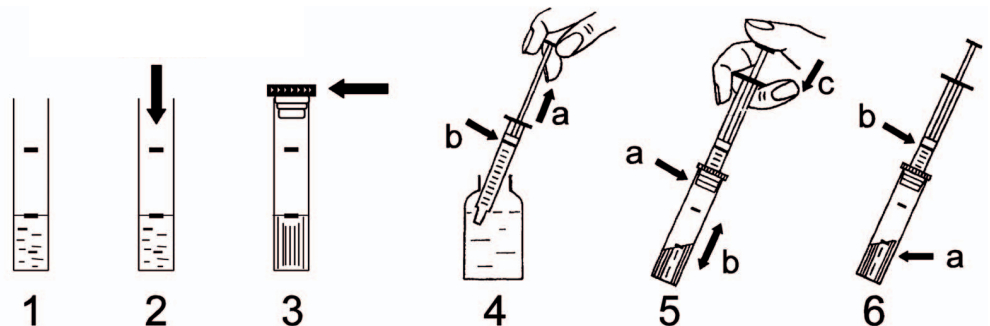

Abb. E-2: Bedienung Wasserprüfeinrichtung
1. Messröhrchen mit der Wasserprobe ausspülen und bis zur 5 ml-Marke mit der Wasserprobe füllen (Abb. E-2, Pos. 1).
2. Einen Tropfen Indikator zugeben und durch Hin- und Herschwenken auflösen (Abb. E-2, Pos. 2). Färbt sich die Lösung grün, so ist keine Härte vorhanden.
3. Bei Rotfärbung das Messröhrchen mit dem beiliegenden Stopfen verschließen (Abb. E-2, Pos. 3).
4. Titrationslösung aus der Vorratsflasche mit der Messpipette aufziehen (Abb. E-2, Pos. 4 a), bis sich der unterste Rand des schwarzen Kolbenringes mit der 0-Marke (oberster Skalenstrich) deckt (Abb. E-2, Pos. 4 b).
6. Die gefüllte Messpipette unter leichter Drehung fest in die Bohrung des Stopfens auf dem Messröhrchen setzen (Abb. E-2, Pos. 5 a). Unter Schütteln (Abb. E-2, Pos. 5 b) den Kolben der Messpipette ganz langsam hinunterdrücken (Abb. E-2, Pos. 5 c), bis ein Farbumschlag von Rot nach Grün erfolgt (Abb. E-2, Pos. 6 a).